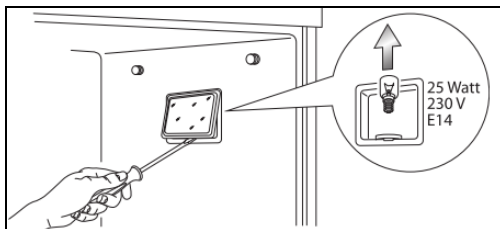

Рис.11
- Открыть крышку (рис. 11) внутренней подсветки и вынуть поврежденную лампочку. Ввернуть новую лампочку и закрыть крышку. Далее вставить направляющие полки и прикрутить их.